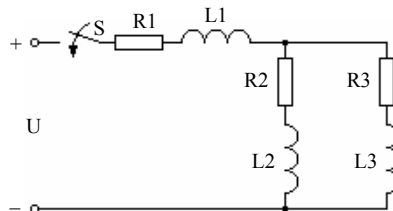

Рис. 15.3
**3. Исходные данные.** Цепь, изображенная на рис. 15.3, имеет параметры, приведенные в табл. 15.3.